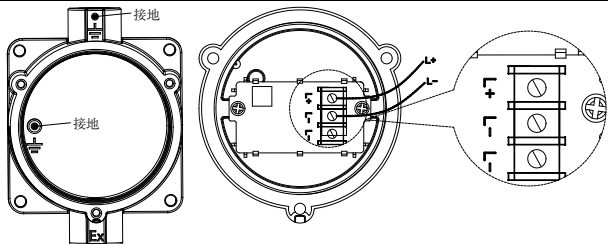

图 3 产品接线位置图例
- 每个探测器金属外壳  端子应就近连接到大地，接地位置如图 3 所示，至少一处接地。